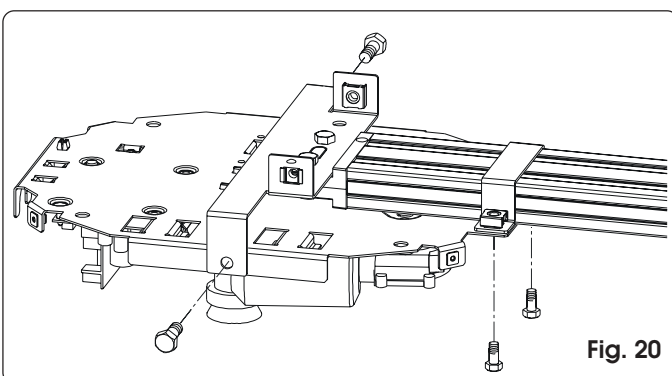

Fig. 20
- 4) Fissare l'operatore alla guida (fig. 20).